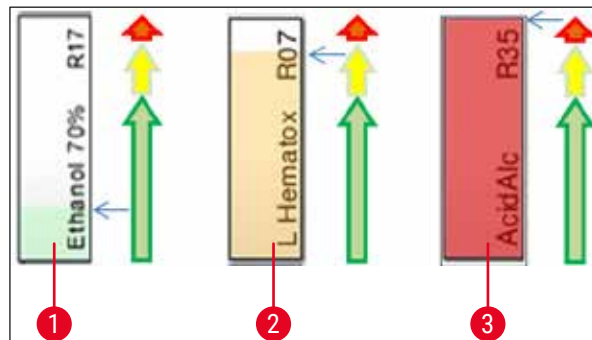

図 70
- 背景色 (→「図 70」)
- 背景色は試薬使用状態を示します (→「図 70」)。消費量が増加するにつれて、カラーバーが下から上へと次第に伸び、消費状況に応じて色も変化します。